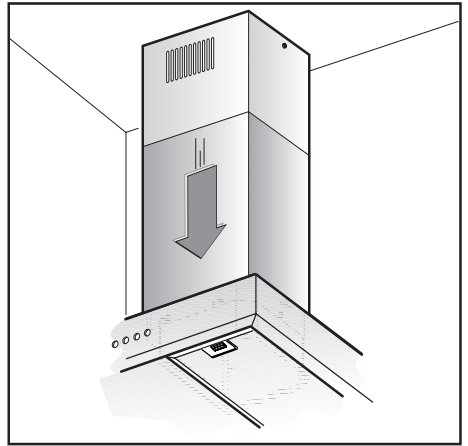

Fig.13
- Verwijder het plakband **L** en plaats de onderste schoorsteen boven op het hoofddeel van de kap (afb.13).